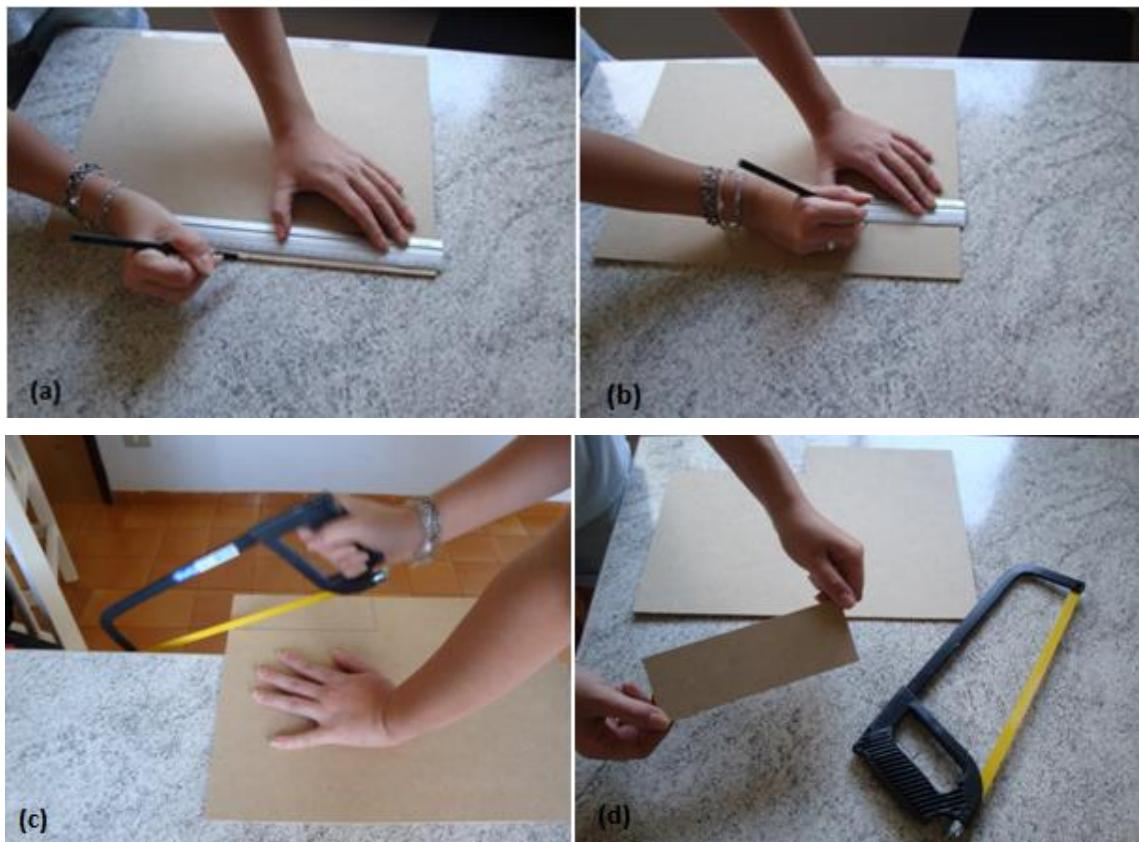

Figura 2. Montar a base para o carrinho.
- 2) Primeiro, marcar as dimensões da base (6,0cm x 18,0cm) com o lápis, na madeirite, utilizando a régua (figuras 2.a e 2.b). Com a serra de mão, cortar onde está marcado a madeirite, como na figura 2.c, para obter a base do “carrinho” (figura 2.d).